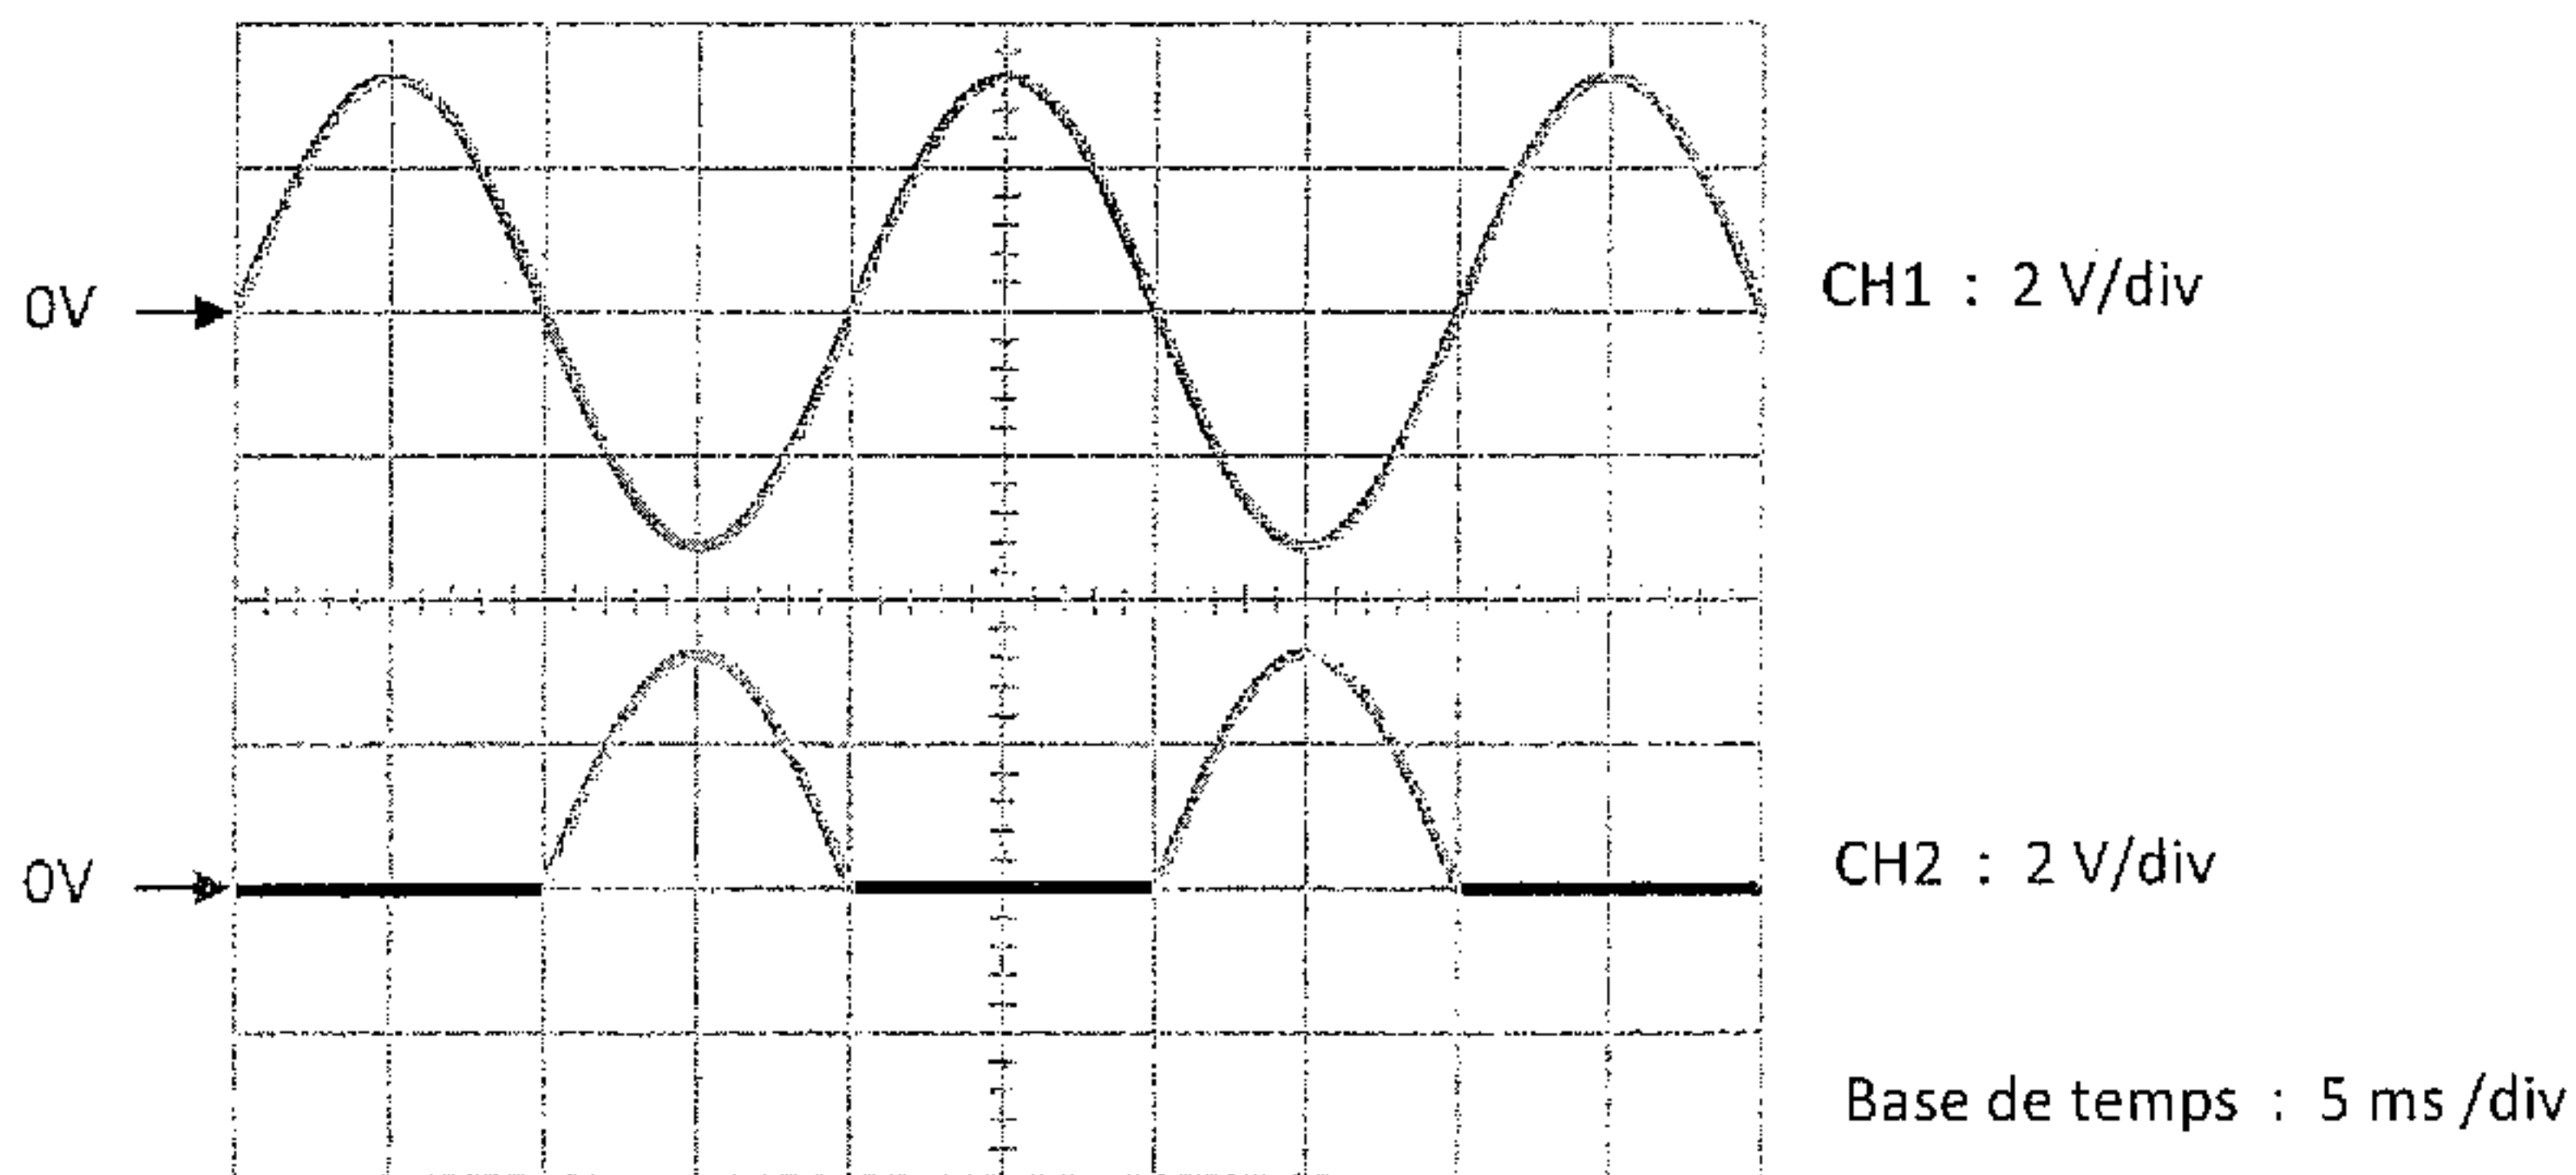

Figure 8
6.3. Lors de la vérification, on relève les oscillogrammes de la figure 8. Ces oscillogrammes montrent qu'il y a un dysfonctionnement du pont redresseur. Quelles diodes sont forcément en bon état ? Quelles diodes sont à contrôler ?